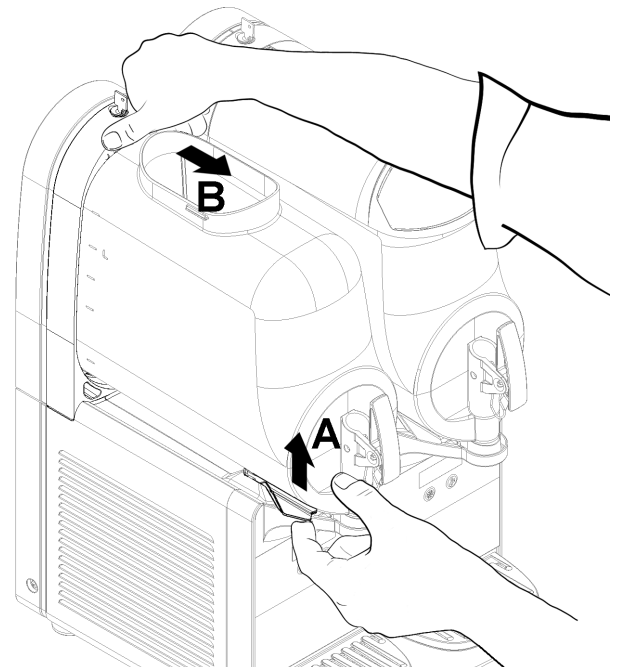

figura 3
**2** Per smontare il contenitore è necessario spingere verso l'alto l'apposita leva (vedere figura 3) e quindi sfilare il contenitore stesso (vedere figura 4).